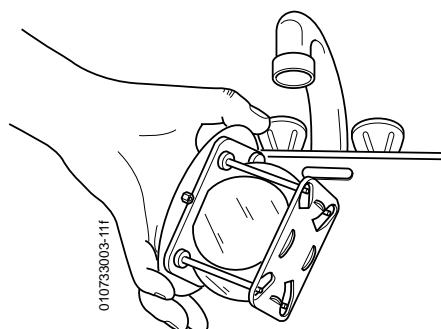

FIG. 6
- 7) Passer le bloc optique sous l'eau chaude ou le tremper dans l'eau chaude, puis le sécher avec de l'air comprimé (FIG. 6).
- 7) Rinse the optical block under warm water or dip it in a rinsing bath, then dry it thanks to compressed air (FIG. 6).